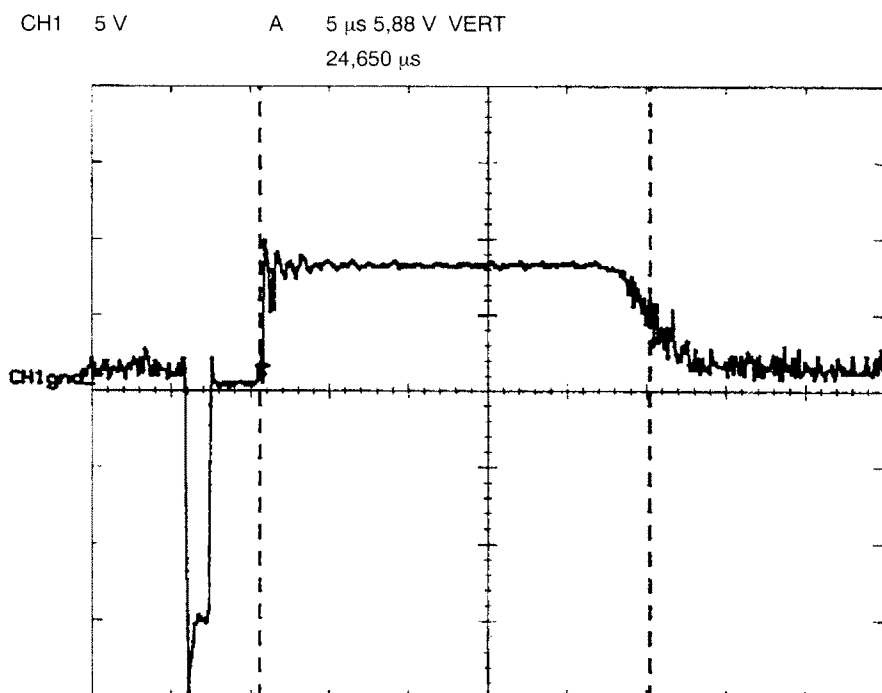

Bild 38.
- Kontrollera med potentiometern för manuell LO-avstämning att max ekolängd min 22 µs erhålls vid värdet 5,0 på potentiometerskalan. Se bild 38.